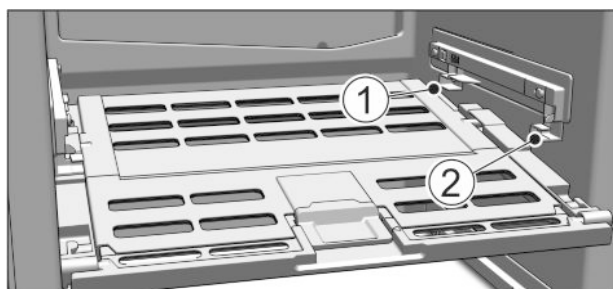

Fig. 48
- ▶ Deksel Fruit & Vegetable-Safe aanbrengen: Dekselranden van onder in de achterste houder Fig. 48 (1) plaatsen en van voren in de houder Fig. 48 (2) klikken.